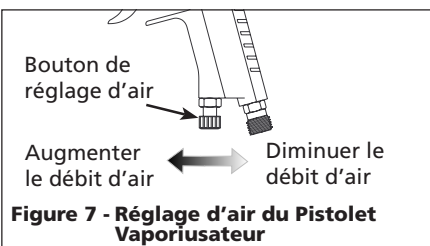

Figure 7 - Réglage d'air du Pistolet Vaporisateur
1. Régler la pression d'air selon les recommandations fournies avec le matériel à pulvériser. La pression d'air tombe d'habitude entre 276 kPa - 414 kPa. Régler la pression d'air avec la gâchette tirée et le bouton de réglage d'air (si applicable) complètement ouvert. Si vous désirez une pression d'air diminuée pour quelques endroits de l'objet à pulvériser, utiliser le bouton de réglage d'air pour diminuer la pression au besoin (Voir Figure 7).
avec la gâchette tirée et le bouton de réglage d'air (si applicable) complètement ouvert. Si vous désirez une pression d'air diminuée pour certains endroits de l'objet de travail, utiliser le bouton de réglage d'air pour diminuer la pression au besoin (Voir Figures 7).